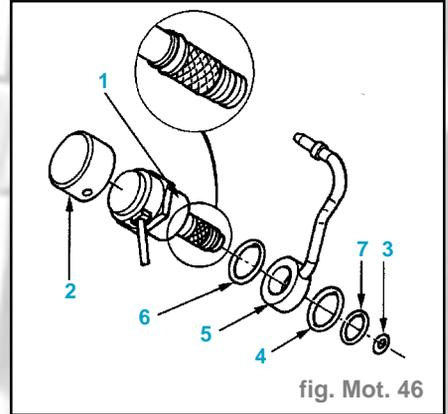

fig. Mot. 46
- neuf (1) muni du tamis extérieur, ainsi que les deux joints (6) et (7) (fig. Mot. 46)
- Placer la nouvelle protection (2) sur l'actuateur.